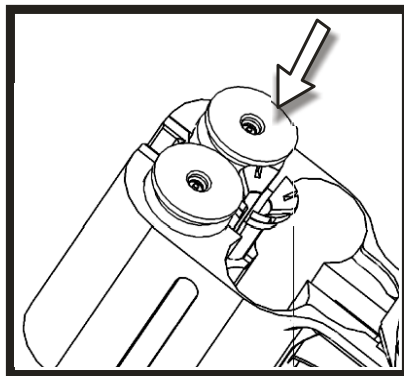

Рисунок 4 – Установка патронов в кассету
6.2.2 Удерживая правой рукой рукоятку, левой рукой установите в кассету выбранные виды патронов. При установке патронов необходимо дослать их до вхождения лепестков фиксатора в канавки патронов (см. рисунок 4).